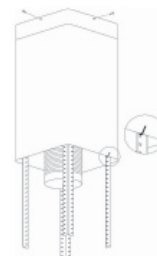

Abbildung 4
– Es werden 4 große Flachkopfschrauben ST4\*8 benutzt, um das Innere Teil der Abdeckung des Abzugsrohrs am Hängeschrank zu befestigen. Eine davon wird benutzt, um den inneren Teil der Abdeckung im Hängeschrank zu befestigen und dazu werden zwei Haken benutzt, um den äußeren Teil der Abzugsabdeckung bis zum nächsten Schritt der Montage zu fixieren (siehe *Abbildung 4*).